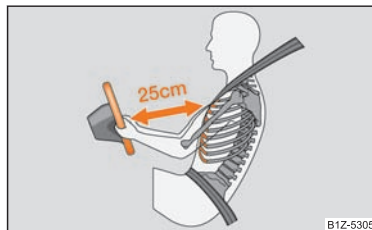

Fig. 137 Distana sigură față de volan
- Atât pentru șofer cât și pentru pasagerul față este important să păstreze o distanță de cca. 25 cm față de volan, respectiv de tabloul de bord ⇒ fig. 137. Dacă nu se respectă această distanță, sistemul airbag nu își poate exercita eficiența maximă. Pericol! Pe lângă acestea, scaunele din față și tetierele trebuie să fie întotdeauna reglate în funcție de mărimea corpului.